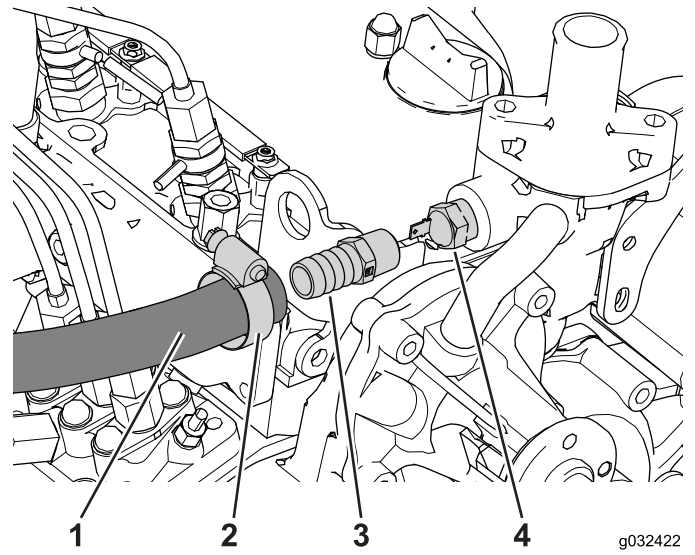

図 30
1. 温度スイッチの配線を外してスイッチを取り外す 図 30。
5. ホースの端部にホースクランプを嵌める 図 30。
6. 図 30 のように、ストレートフィッティングにホースに接続し、クランプで固定する。